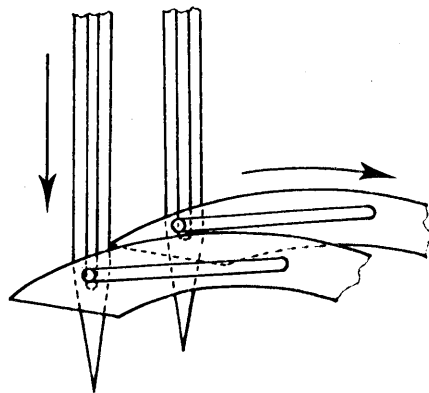
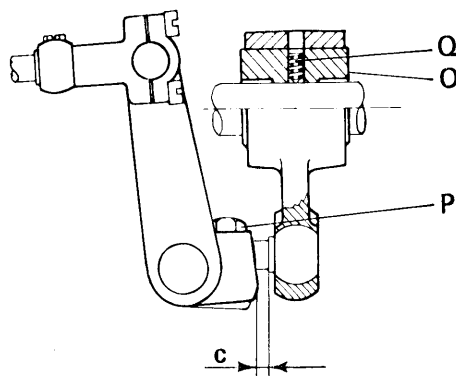
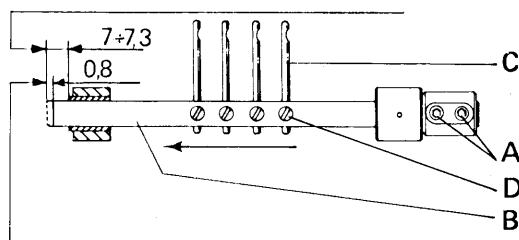
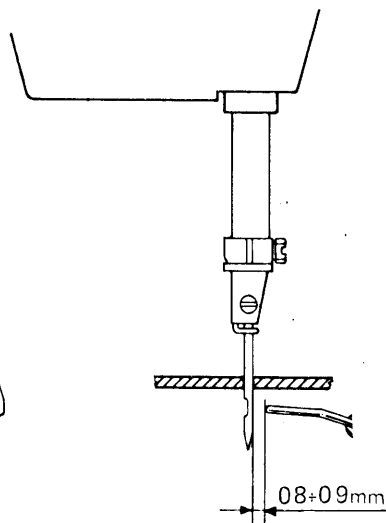

Fig. 20
Fig. 21
Fig. 27
Fig. 28
Sulle teste 264 a 2 aghi, invece, la cruna di ogni ago durante la discesa deve essere allineata con il foro del rispettivo crochet (fig.20).
Se le condizioni sopra esposte non si verificassero, allentare i 2 grani interni Q (fig.21) dell'eccentrico O e regolare facendo ruotare il volantino della macchina, tenendo fermo l'eccentrico O.
4. Nella sua corsa da destra verso sinistra la punta del crochet deve trovarsi a metà dell'incavo dell'ago. Per ottenere ciò occorre accorciare od allungare la corsa del crochet agendo sulla vite P (fig.21) e modificando la quota "c" (fig.21).
Instead, on 264 2-needle machines the eye of each needle during the downward stroke must be in line with the hole of the relative looper (fig.20). If the above conditions do not result, slaken the 2 internal grub screws Q (fig.21) of eccentric O and adjust by turning machine handwheel while holding eccentric O still.
4. In its stroke from right to left the looper point must be at the midpoint of the needle notch. To obtain this, the looper stroke must be shortened or lengthened by turning screw P (fig. 21) and modifying distance "c" (fig. 21).
- controllare la quota "c" (fig.21) e qualora non corrispondesse a quella riportata sulla tabella di fasatura, allentare la vite P e registrare in modo da ottenere la quota prescritta
- posizionare l'astina porta deragliatore B a mm.6,8 - 7 (fig.27). Per ottenere tale quota, allentare le viti A ed eseguire lo spostamento necessario dell'astina B.
- con la barra ago al punto morto inferiore, montare sull'astina i deragliatori C (fig.27) controllando che la loro estremità sia circa 0,8 - 0,9 mm. dall'ago e che nella fase di movimento sfiorino la placca d'ago e la griffa senza toccarle (fig.28)
- i deragliatori eseguono solo uno spostamento laterale. Per anticipare o ritardare questo movimento, bisogna allentare i due grani interni Q dell'eccentrico O della biella (fig.21) e, tenendo fermo l'eccentrico O, ruotare il volantino della macchina sino ad ottenere la condizione illustrata in fig. 27.
- Check distance "c" (fig.21) and, if it does not correspond with that indicated in setting table, slacken screw P and adjust to obtain the distance specified.
- Position deflector holder rod B at 6.8 - 7 mm (fig.27). To obtain this setting, slacken screws A and move rod B as required.
- With needle bar in lowest position, set deflectors C on rod (fig.27), checking that their extremity is approximately 0.8-0.9 mm. from the needle and, when in motion, they just pass by the needle plate and feed dog without touching them (fig.28).
- The deflectors only make one lateral shift. In order to make the shift occur earlier or later, the two internal grub screws Q of connecting rod eccentric O (fig.21) must be slackened and, holding eccentric O still, machine handwheel turned until the setting shown in fig. 27 is obtained.